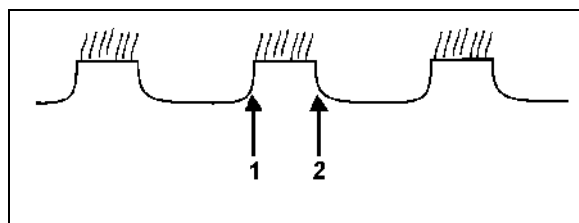

Fig. 21
- (Fig. 21) : réglez la première rangée de disques vers la droite et contrôlez à nouveau le réglage.